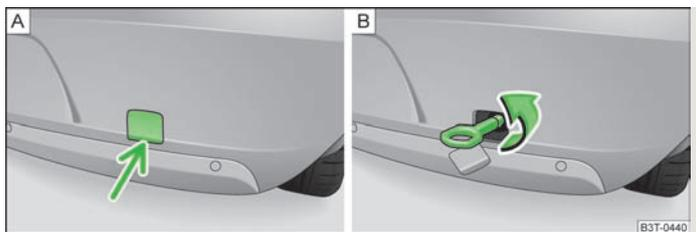

Fig. 185 Paraurti posteriore: Smontaggio della copertura / Montaggio dell'occhione di traino
- Nell'area inferiore del coperchio premere sul paraurti posteriore » fig. 185 - e quindi estrarlo.
- Avvitare l'occhione di traino verso sinistra, sino al punto di arresto » fig. 185 - e quindi serrarlo quanto più possibile. Per il serraggio si consiglia di utilizzare ad es. la chiave, l'occhione di un altro veicolo oppure un oggetto simile da poter inserire nell'occhione.